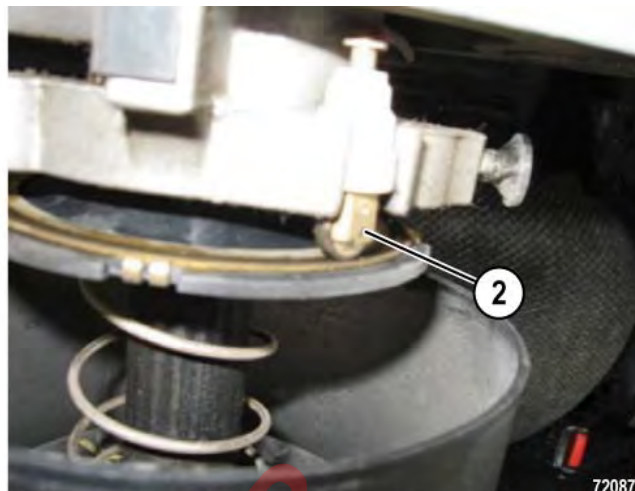

FIGURA 5-3. TUERCA DE SUJECIÓN DEL VOLANTE
2. Utilice un destornillador de bolsillo para separar el botón (4, Figura 5-3) del volante (1).
3. Desconecte el cable de la bocina (3) y coloque el botón de la bocina a un lado.
4. Desmonte la tuerca (2).
1. Coloque el volante (1, Figura 5-3) en su posición de instalación, en el eje de la columna de dirección, mientras desliza el cable de la bocina (3) a través del orificio de acceso en el volante. Alinee el borde dentado y empuje el volante dentro del eje.
2. Instale la tuerca (2). Apriete la tuerca a **81 ± 7 N·m (60 ± 5 ft lb)**.
3. Conecte el cable de la bocina (3) al botón de la bocina (4).